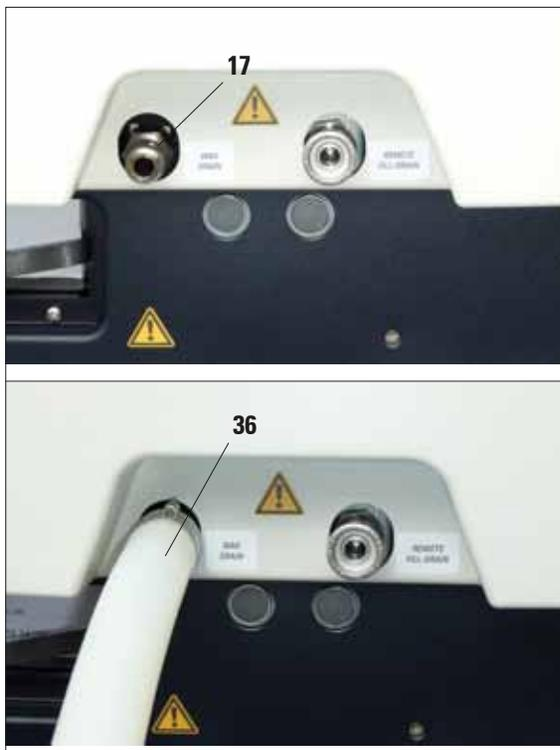

Fig. 55
- Adapte a mangueira do dreno de parafina (36) à conexão do dreno de parafina (17) na frente do aparelho (Fig. 55) e insira a extremidade solta da mangueira em um recipiente de coleta.